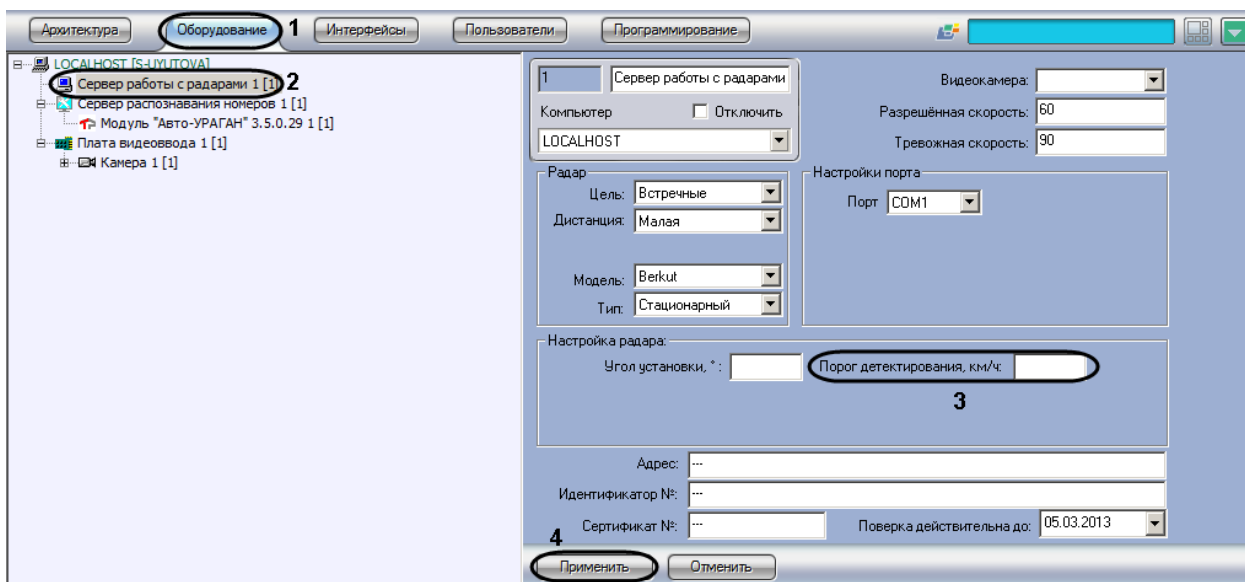

Рис. 7.3—10. Указание минимальной скорости движения транспортного средства, определяемого устройством «Радар»
2. В дереве объектов на вкладке «Оборудование» выбрать объект «Сервер работы с радарными», соответствующий настраиваемому программному модулю «Радар» (см. Рис. 7.3—10, 2). В правой части вкладки «Оборудование» отобразится панель настройки выбранного объекта.
3. Задать в поле «Порог детектирования, км/ч» минимальную скорость движения транспортных средств, определяемую устройством «Радар» (см. Рис. 7.3—10, 3).
4. Нажать кнопку «Применить» (см. Рис. 7.3—10, 4).